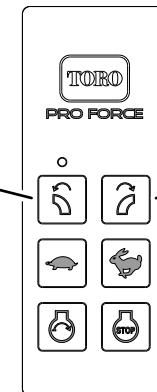

Figura 51
4. Mantenga pulsados simultáneamente los botones GIRAR TOBERA A LA IZQUIERDA y GIRAR TOBERA A LA DERECHA (Figura 51).
7. Pulse y mantenga pulsado el botón GIRAR TOBERA A LA IZQUIERDA (Figura 51).
8. Siga presionando el botón GIRAR TOBERA A LA IZQUIERDA (Figura 51) y gire la llave de encendido a la posición de MARCHA.
- Suelte el botón GIRAR TOBERA A LA IZQUIERDA (Figura 51) y gire la llave de encendido a la posición de PARADA.